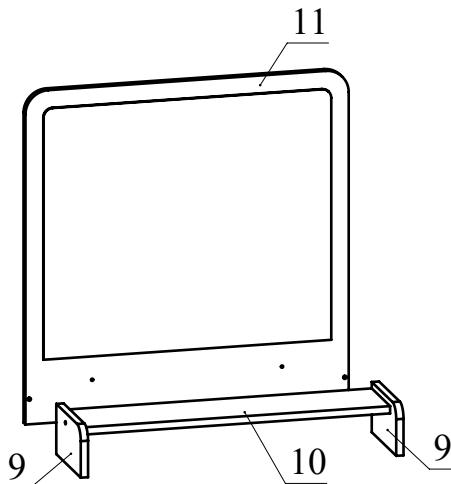

Рис.8
- Соедините детали 9, 10 с помощью конфирматов (Рис. 8). Установите деталь 10 на деталь 11 и зафиксируйте, повернув конфирматным ключом головки минификсов по часовой стрелке до упора. Соедините при помощи конфирматов детали 9 и 11 (Рис. 8).